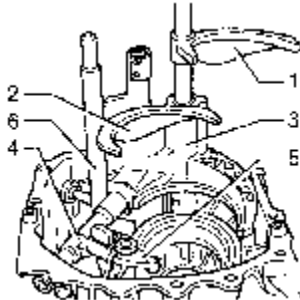

图 9-61 整套换挡操纵机构安装位置
(6) 变速箱中整套换挡操纵机构的安装位置，如图 9-61 所示。